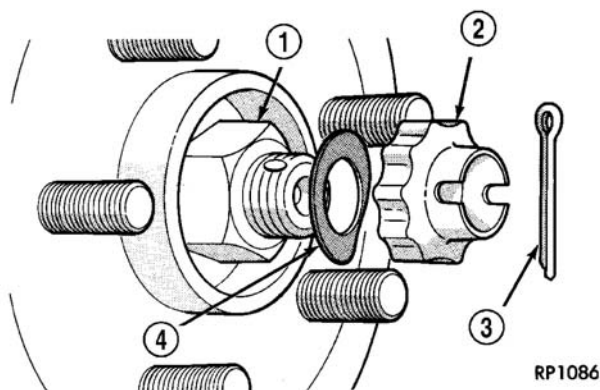

图 1 开口销、锁紧螺母和波形垫圈
- (1) 升起举升机上的车辆，让车轮自由悬挂。
- (2) 卸下后轮。
- (3) 拆卸开口销、锁紧螺母和及波形垫圈(图 1)。